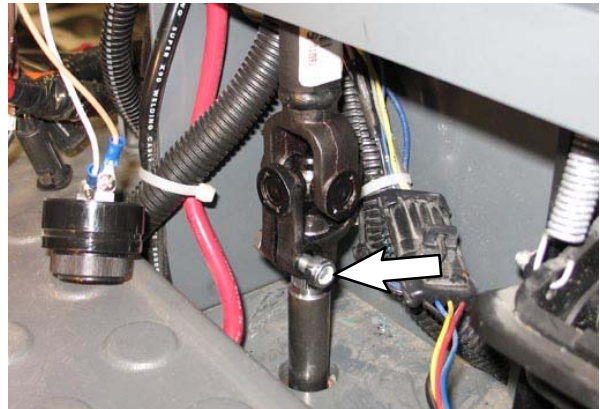

ABB. 63
26. Ziehen Sie die Kleinteile zur Befestigung des Lenkschafts (1) am unteren Lenkschaft fest. (Abb. 63)